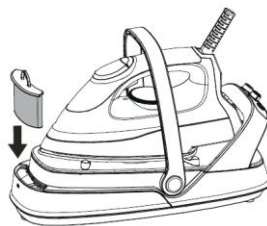

Fig. 9
4. Vuelva a colocar el filtro antical **3** en el orificio del depósito de agua (Fig.9).